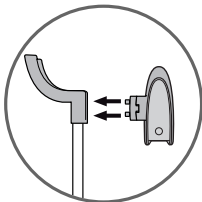

fig.4a
4. Introduzca el perchero en los dos orificios situados en la parte trasera del gancho y desplácela a continuación hacia abajo para fijarla - fig.4a, 4b.